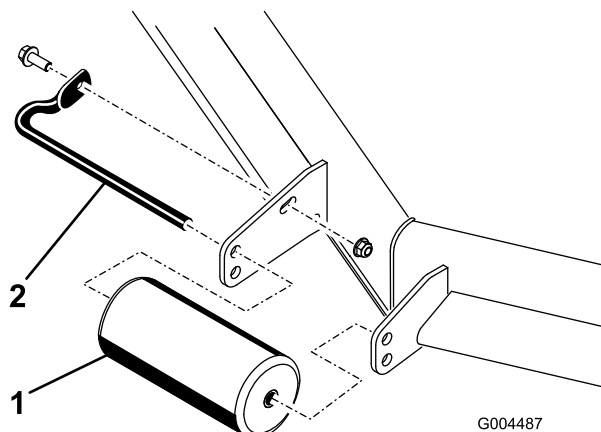
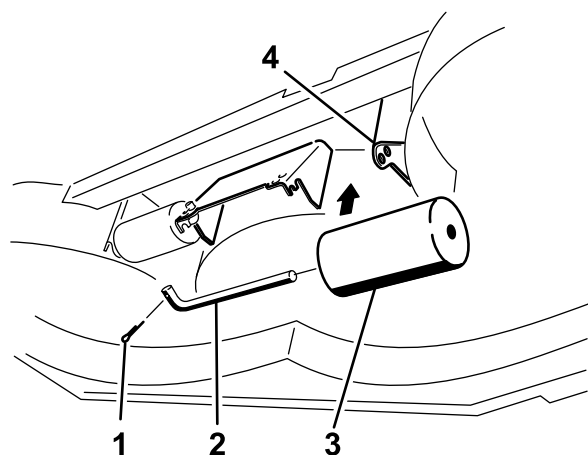

Figura 28
Figura 32
4. Retire los herrajes que fijan cada rodillo a la carcasa del cortacésped y mueva los rodillos hacia arriba o hacia abajo según sea necesario; consulte Figura 28 a Figura 32 según corresponda a su cortacésped.